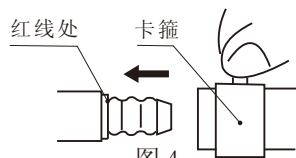

图4
1)使用胶管连接的灶具：清理干净进气口，套上燃气专用胶管至灶具燃气接头的环形槽红线处，并用卡箍夹紧（如图4所示）。